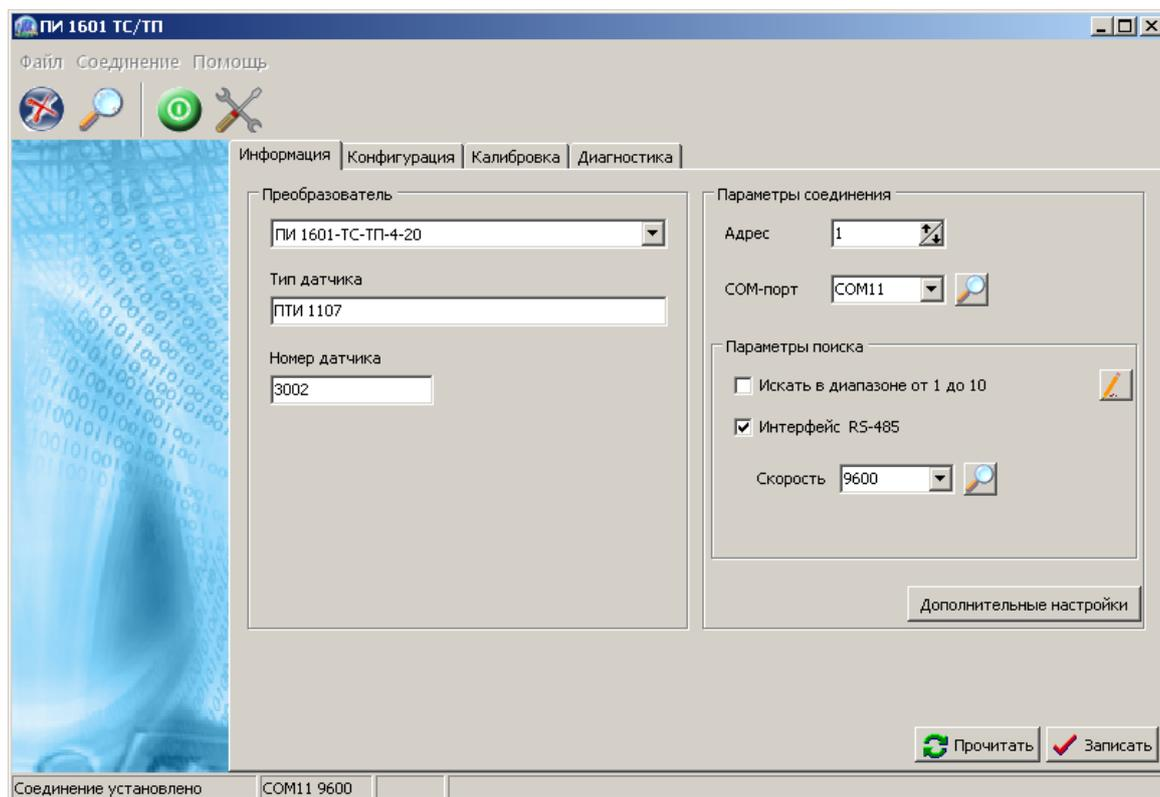

Рисунок 3 - Вкладка «Информация»
1.7.3 Во вкладке СПО «Информация» поля «Тип датчика» и «Номер датчика» доступны для редактирования. После изменения в них информации необходимо нажать кнопку «Записать» (см. рисунок 3). Данные записываются во внутреннюю память преобразователя и в дальнейшем доступны для чтения.